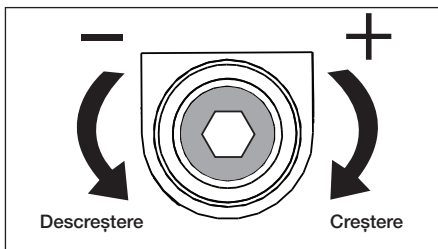

Figura 14, Șurubul de reglare al valvei de înaltă presiune
4. Cu ajutorul unei chei imbus de 7/32", desfaceți șurubul de reglare al valvei de înaltă presiune cu aproximativ 2 ture. Vezi figura 14.